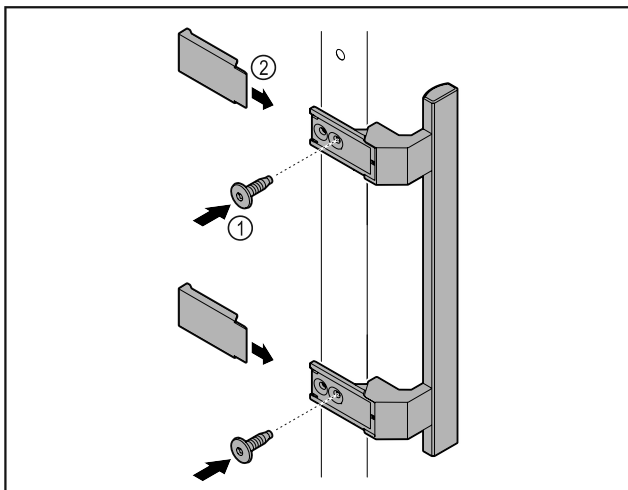

Fig. 5
- Madlo z příloženého příslušenství upevněte na dveře pomocí příložených šroubů Fig. 5 (1).
- Nasaďte krytky Fig. 5 (2).